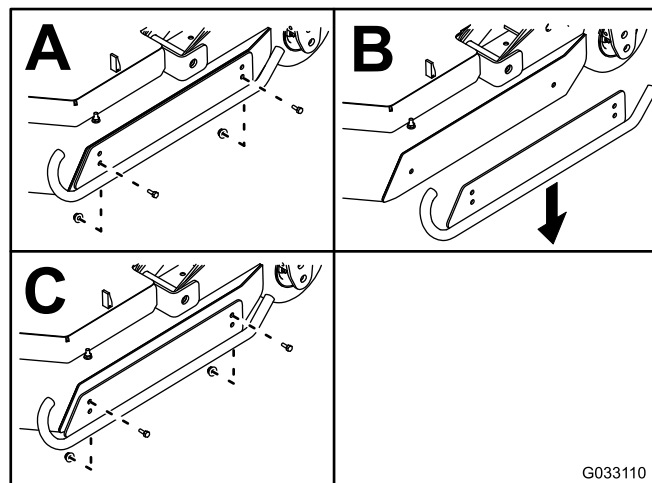

**Figura 25**
7. Gire la varilla tensora para elevar o bajar el brazo de pivote hasta que los taladros estén alineados con los taladros seleccionados del soporte de ajuste de la altura de corte en el bastidor de la carcasa de corte (**Figura 24** y **Figura 25**).